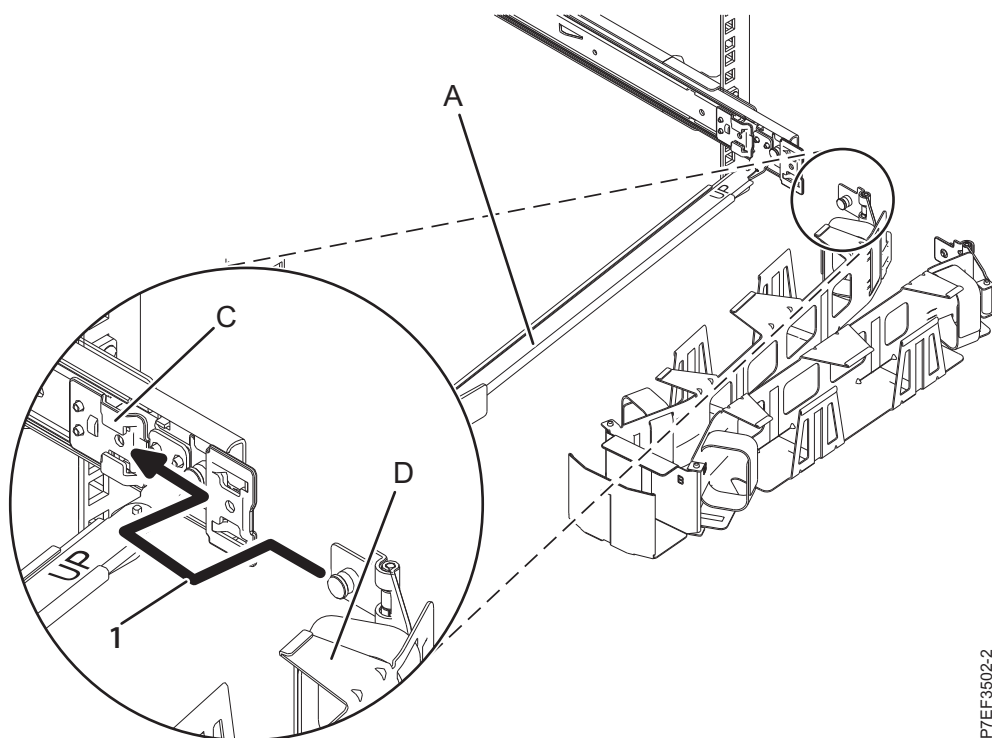
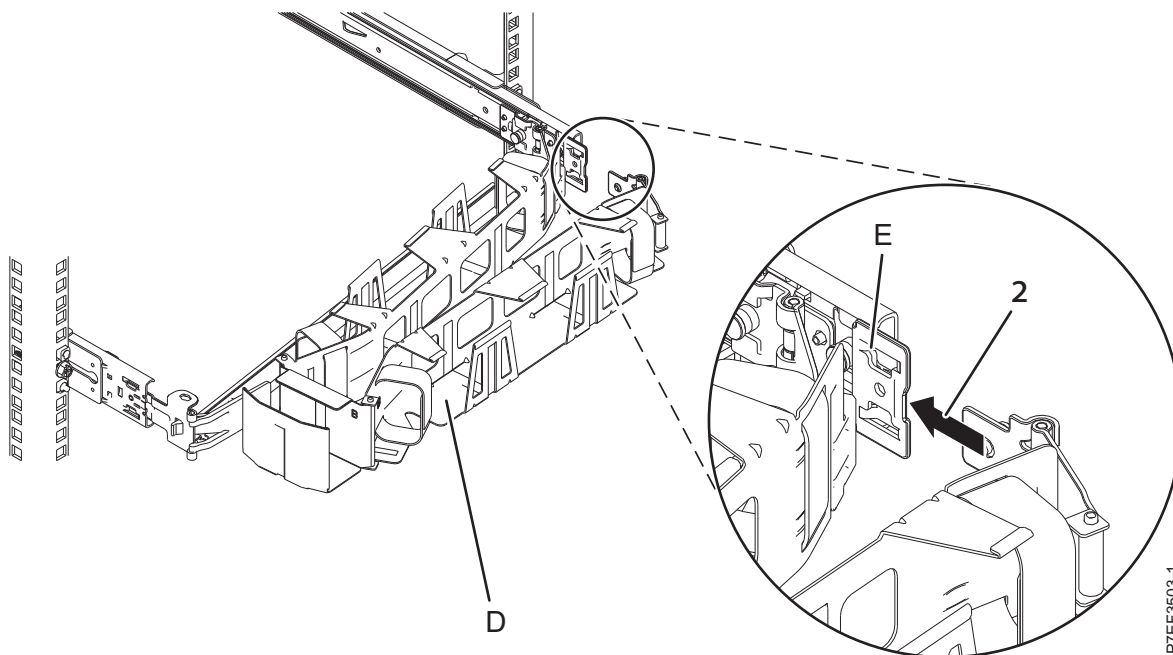

Figura 15. Deslizando a guia do braço de gerenciamento de cabos no slot de suporte de montagem
Figura 16. Deslizando a outra guia do braço de gerenciamento de cabos no suporte de extensão
7. Posicione o suporte para organização de cabos (D) no braço de suporte (A). Deslize a primeira aba do suporte para organização de cabos no slot no suporte de montagem (C). Empurre a presilha até que a trava com mola se encaixe no lugar. Deslize a outra guia do suporte para organização de cabos no suporte de extensão (E) no lado externo do trilho deslizante da direita (2). Empurre a presilha até que a trava com mola se encaixe no lugar. Para obter detalhes, consulte Figura 15 e Figura 16 na página 12.